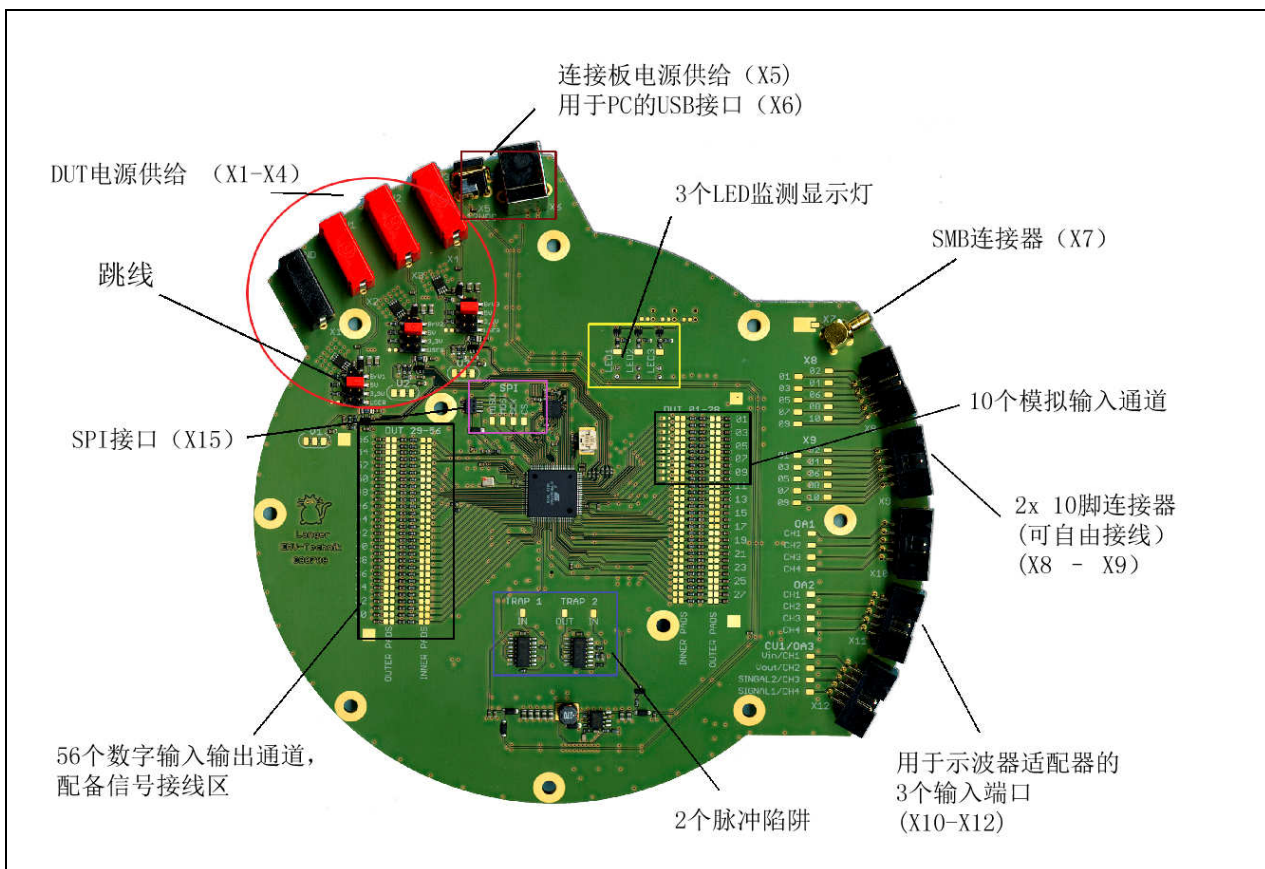

图 15 连接板的各个功能块
示波器适配器通过带状电缆与 **CB 0708** 连接板 (X10 至 X12, 用于三个示波器适配器) 连接, 可以监测被测 IC 的信号 (图 15)。
被测 IC 通过连接板驱动。连接板承担对被测 IC 的控制（通过控制单元，此控制单元不属于标准配置，X12，图 15）和监测（三个 LED 灯、Trap2 和示波器适配器）。测试板及装入的被测 IC 通过接地适配器 GNDA 安装进接地平面 GND 25 中。根据不同的测试任务，采用焊接（例如铜漆包线）的方式将连接板的接线场进行连接编程。
5. 连接板 **CB 0708** 的射频插口 X7 (图 15)。
无论是否有计算机控制，示波器适配器都可以与连接板配合使用(第3.2和 3.3章)。示波器适配器通过扁平电缆连接到连接板 CB 0708 的 X10 至 X12 插口(图 15)。
在这种运行模式下，断开连接板的计算机 USB 接口(X6 图 15)，通过外部 12 V 插头电源适配器为整个连接板供电（连接板电源接头 X5 – 图 15）。
此外，外部设备可以通过插口 X7 至 X12 控制并监测受测 IC（图 15）。还可以使用 SGA30 和 SGA 45 探头适配器、TH 22 探头支架与相应的测量设备以及示波器适配器 OA 4005 进行监测。